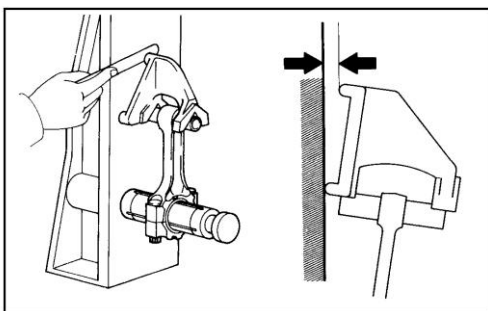

Рисунок II-216
1) Проверьте параллельность плоскостей верхней и нижней головки шатуна (см. Рисунок II-216)